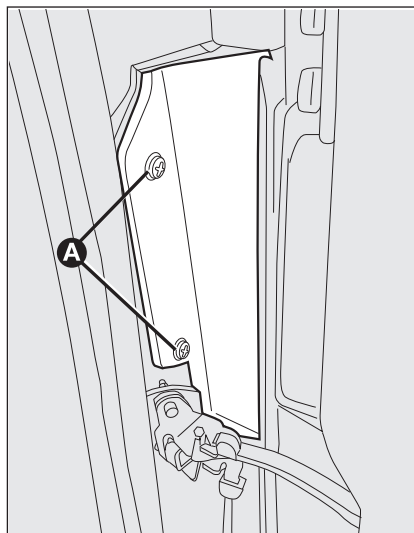
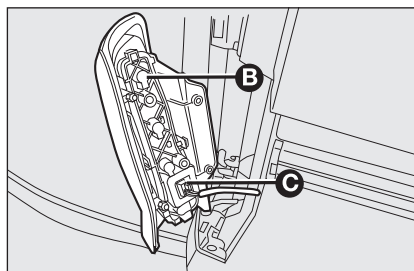

fig. 28
fig. 29
- ☐ draai de schroeven **A**-fig. 28 los zodat de achterlichtunit **B**-fig. 29 bereikbaar is;
- ☐ trek de stekker **C**-fig. 29 los.